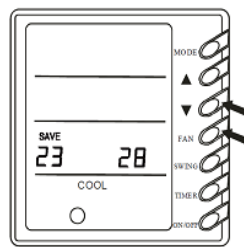

Fig.4
4.3.7 Impostazione Risparmio Energetico (Fig.4).
6. Dopo l'operazione di cui sopra, il **SAVE** è visualizzato sul pannello a cristalli liquidi, quindi né il telecomando né il controller potrà impostare la temperatura, e il SET TEMP. non supererà l'intervallo che è stato impostato. Ad esempio, nella Fig.4 abbiamo impostato una temperatura che va da 23 °C a 28 °C, quindi l'utente può regolare solo la temperatura tra 23 °C e 28 °C per il telecomando o il controller via cavo.
4.3.7 Energy Saving Setting (Fig.4).
Se c'è un malfunzionamento durante il codice di funzionamento sarà mostrato. Indicazione malfunzionamento sonda evaporatore in Fig.4. Il significato di altri codici di errore è il seguente:
If there is a malfunction during the operation code will be showed. It means evaporator sensor malfunction is Fig.4. The meaning of other error codes is as below: